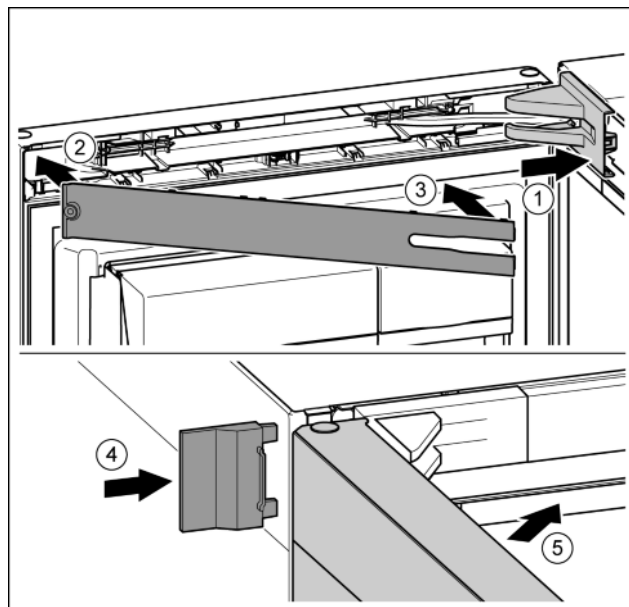

Fig. 23
- Поставете и фиксирайте капака на лагерната стойка, при нужда внимателно го натиснете настрани. Fig. 23 (1)
- Поставете капачката. Fig. 23 (2)
- Завъртете навътре капачката и я фиксирайте. Fig. 23 (3)
- Нахлузете външния капак. Fig. 23 (4)
- Затворете горната врата. Fig. 23 (5)